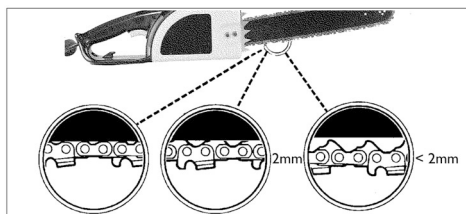

Fig. 4
**NOTA:** Una cadena y una barra nuevas necesitarán de ajustes muy frecuentes, hasta cada 5 utilizaciones. Esto es habitual durante el periodo de asentamiento (rodaje), y la frecuencia de reajuste disminuirá progresivamente (Fig. 4).
**PRECAUCIÓN:** Si la cadena está **DEMASIADO SUELTA** o **DEMASIADO TENSA**, la cadena de la barra y los soportes de la sierra se desgastarán más rápidamente. Ver Fig. 4 para saber cuál es la tensión en frío (A), la tensión correcta en caliente (B), y cómo saber si la cadena cortante necesita un ajuste (C).
**PRECAUCIÓN:** Si la cadena está muy suelta, más de 3 mm. al presionar con el dedo, como aparece en la Fig. 4, necesita ajustarse de nuevo, ya que puede haber una tensión insuficiente.